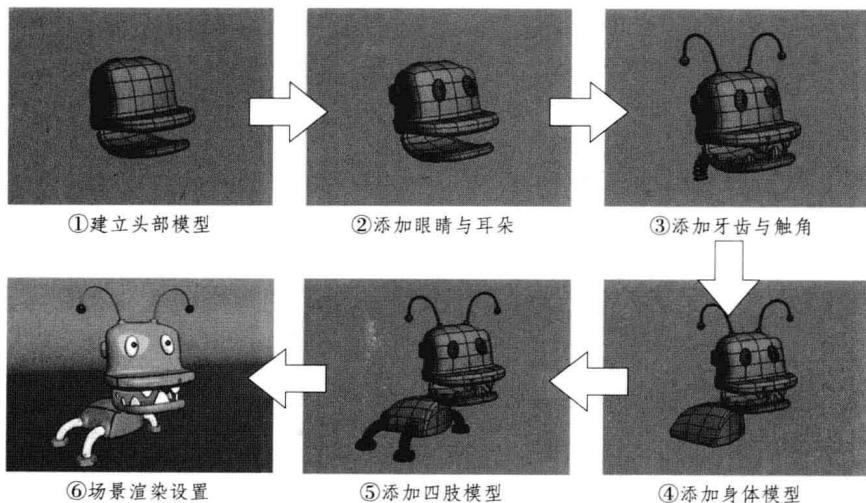

图4-2 《卡通机械狗》制作总流程（步骤）图
四、制作流程及技巧分析 制作本例时，先建立长方体并通过编辑多边形命令制作基础头部模型，然后又对模型进行边缘与平滑的细节处理。为卡通机械狗的头部添加眼睛、耳朵、牙齿、凹槽、天线和颈部模型，再通过长方体编辑出身体模型与四肢的关节部分。使用螺旋线设置，渲染显示后进行弯曲操作，然后再使用6边的圆柱体制作出脚模型，最后将所有制作的模型进行精细组合，再设置二维卡通的材质效果即可。本例分为6个制作总流程（步骤）：①建立头部模型、②添加眼睛与耳朵、③添加牙齿与触角、④添加身体模型、⑤添加四肢模型、⑥场景渲染设置，见图4-2。